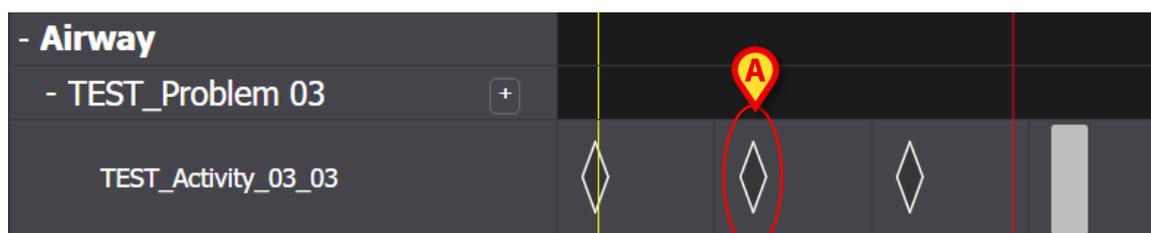

Fig 87
- Haga clic en la marca correspondiente del Plan activo (Fig 87 **A**)